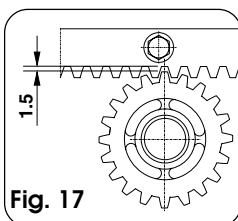

Fig. 17
- Na de installatie van de tandheugel is het, om correct ingrijpen met de pignen te garanderen, goed om de positie van de motorvertraging ongeveer 1,5mm (fig. 17) te verlagen.